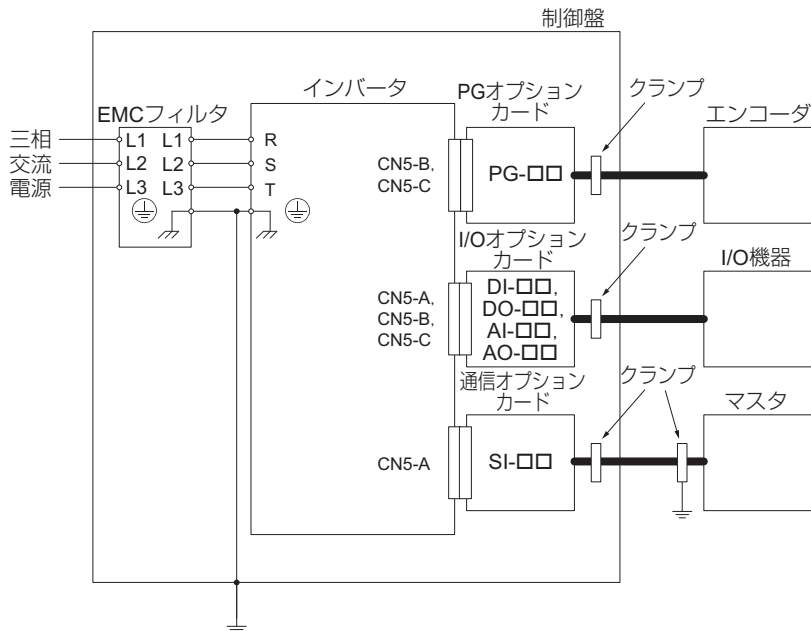

図 25 オプションカードの設置方法
2. 配線はできるだけ短くする。なお、図 25 に従ってシールドを接地してください。